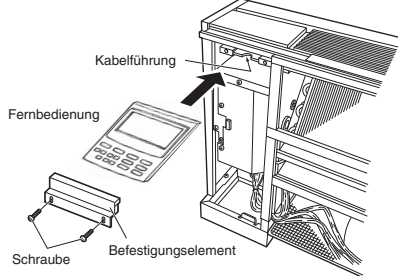

Abb. 3-117
- (2) Die Frontverkleidung abnehmen. Die Schrauben und Befestigung entfernen. (Abb. 3-117)
- (3) Die Fernbedienung in die Aufnahme in der Einheit einsetzen, wie in Abb. 3-117 gezeigt. Die Zuleitungskabel der Fernbedienung in der Mitte an ihrer Rückseite bündeln und zur Kabelführung verlegen.